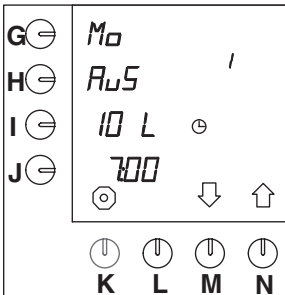

Abb. 44 Vorprogrammierte Einstellung (nicht aktiv)
Es gibt vierzehn vorprogrammierte "Zeiteinstellungen" für alle Wochentage. Diese Zeiteinstellungen werden erst wirklich aktiv und im Benutzerbetrieb sichtbar, nachdem sie über das untenstehende Verfahren aktiviert wurden. Alle Einstellungen können wunschgemäß eingestellt werden. Die vierzehn Einstellungen stehen serienmäßig auf (Abb.44):
- Drücken Sie auf die Wahl taste (N.)↑, bis Abb.44 im Display erscheint.